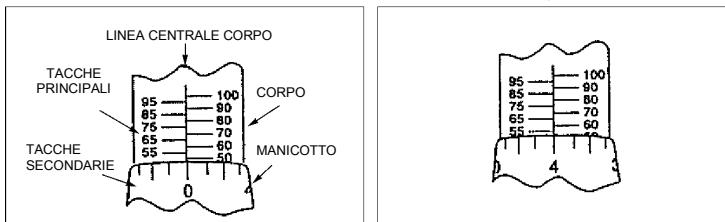

Fig. 2 – Impostazione della coppia su 50. Fig. 3 – Impostazione della coppia su 54.
- Tenendo l'anello di bloccaggio in posizione sbloccata, impostare la chiave torsiometrica sul valore di coppia desiderato facendo ruotare l'impugnatura o il corpo come mostrato nelle figure 2 e 3.